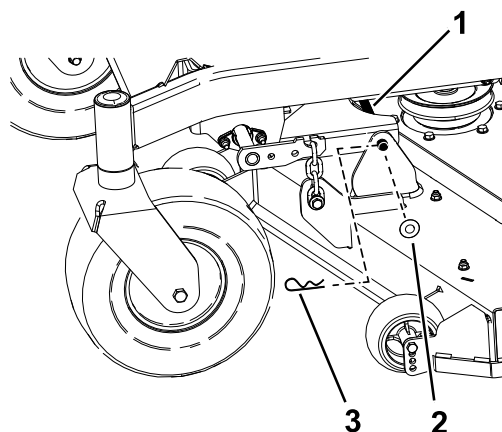

Figura 75
6. Retire la chaveta y la arandela que sujetan el pasador de enganche al bastidor y a la carcasa; retire el pasador de enganche (Figura 75).
9. Sujete el perno de enganche con las chavetas y las arandelas que retiró anteriormente (Figura 75).